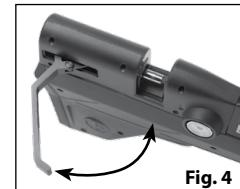

Fig. 4
2. Pour armer l'arme à air comprimé, saisissez le levier latéral d'armement et tirez vers l'arrière, comme illustré à la Figure 4, jusqu'à ce qu'un clic audible soit entendu et que le levier ne puisse pas être tiré plus loin. L'extrémité du verrou doit être complètement dégagée du plateau de chargement et le levier reste en position ouverte quand il est libéré.